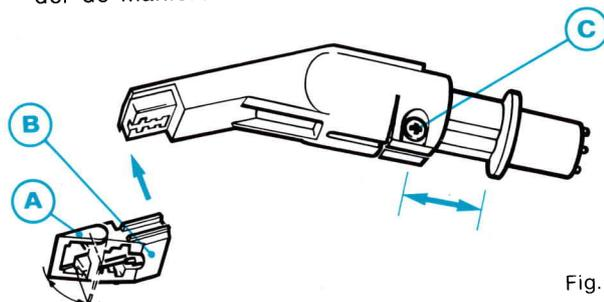

Fig. 6
- Abaisser le protège-pointe de lecture (A)
- Retirer la pointe de lecture (B) par traction (Fig. 6).